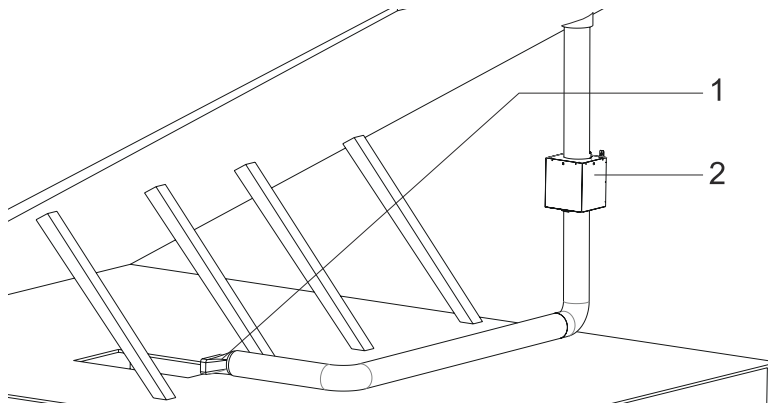

Fig. 18
**3.** ➔ Montér nu aftrækskanaler der skal bruges i forbindelsen (læs punkt 2 under afsnittet: Larm & Støj (fra motor)\* for gode råd) (Fig. 18).